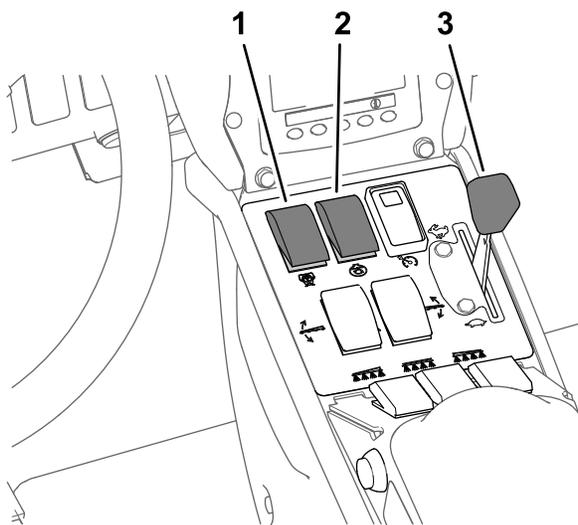

Figura 30
8. Ponga el interruptor de agitación y el interruptor de la bomba de fumigación en la posición de ACTIVADO (Figura 30).
Nota: Este procedimiento supone que la bomba de fumigación está activada; consulte Figura 30, en Fumigación en el modo de caudal de aplicación (página 34).
9. Mueva el acelerador a la posición de RÁPIDO (Figura 30).
4. Ajuste el acelerador a la velocidad de motor deseada para la fumigación; consulte Figura 30, en Fumigación en el modo de caudal de aplicación (página 34).